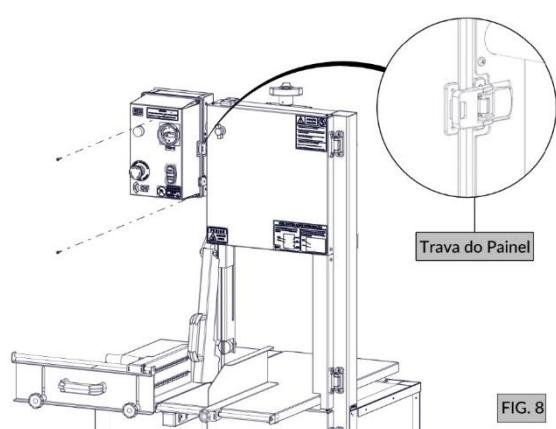
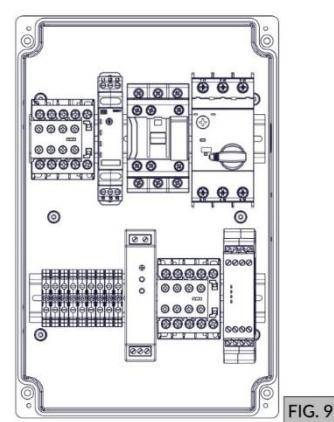

FIG. 8
FIG. 9
b) Retire os parafusos de fixação (FIG. 8) e abra a trava do painel (FIG. 8) para ter acesso ao conjunto de comandos elétricos da máquina (FIG. 9).
d) Recoloque o painel, fixando-o com os parafusos de fixação (FIG. 8) para liberar o funcionamento da máquina.